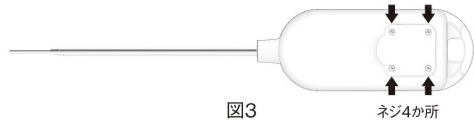

図3
- ①本体裏の電池蓋のネジ4か所をドライバーで外します。(図3)
- ④電池蓋を元に戻し、ネジ4か所をしっかりと締めます。(図3)